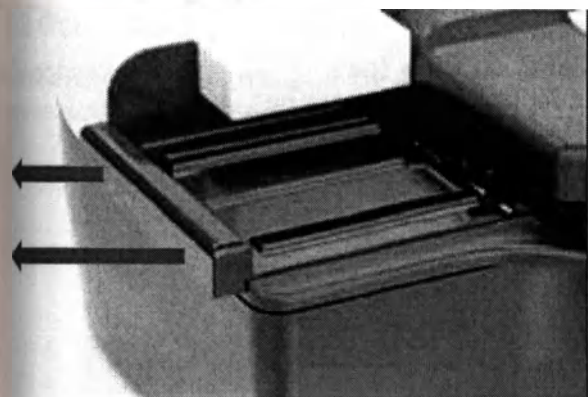
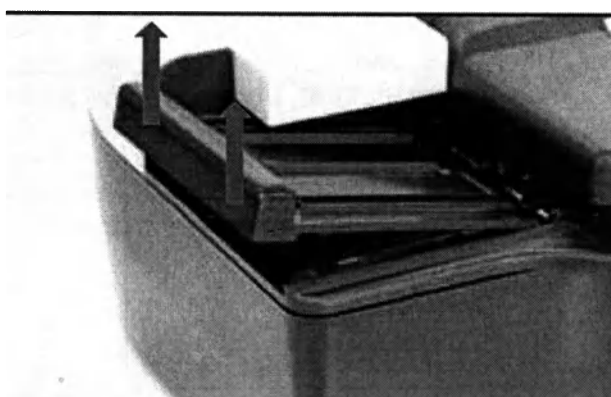

Рис. 4.7
Рис. 4.8
4) Потяните планшет в направлении, указанном стрелками (рис. 4.7). Затем приподнимите его и выньте из прибора (рис. 4.8).